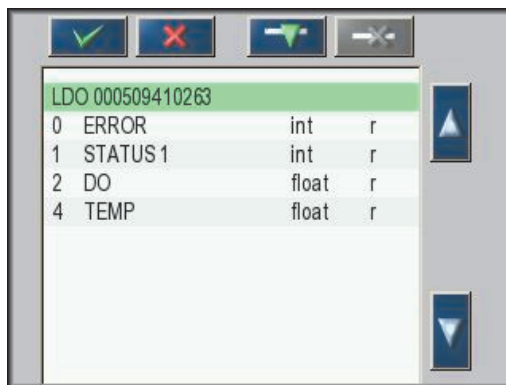

図 45 [Profibus/Modbus configuration] メニュー-デバイスリスト
5. プローブ / デバイスを選択し、[ENTER (入力)] ボタンを押します。プローブ / デバイス (シリアル番号を含む) が [Telegram] ボックスに追加されます (図 45)。